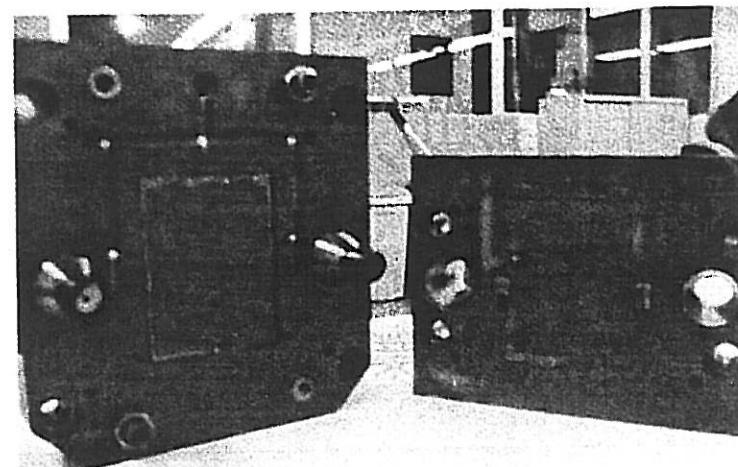

図13
1. カセット型(図13)
①従来工法：モールドベースを購入し、ベース設計ベース加工を行っていた。
②本改善工法：カセット型システムの導入